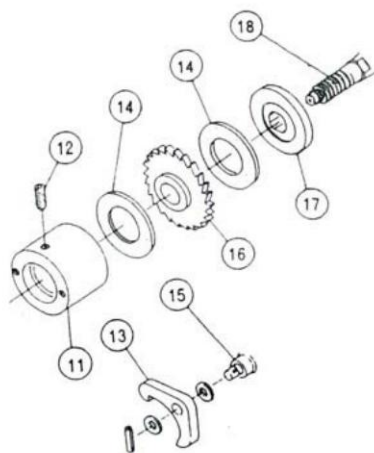

Рис. 8
- Б) Когда тормозной диск лебедки изнашивается с 3.5мм до 2,6 мм, его необходимо заменить. ( см. рис. 8)